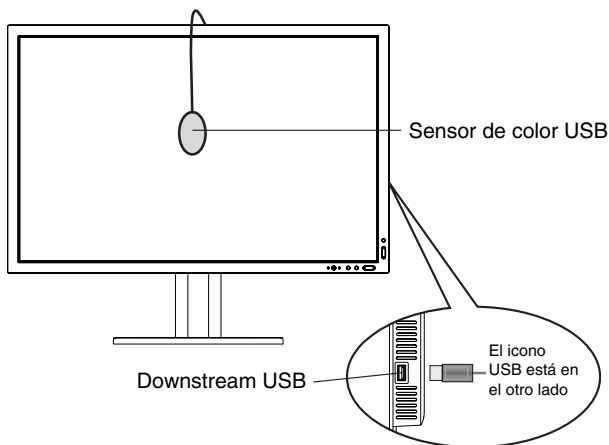

Figura S.1
3. Enchufe el sensor de color USB en el puerto downstream USB lateral (o inferior, en el caso de orientación vertical) (**Figura S.1**).
6. El procedimiento le pedirá que coloque el sensor de color USB en el centro del panel de la pantalla (**Figura S.3**). Inclíne el panel de la pantalla aproximadamente 5° hacia atrás y coloque el sensor de color USB en el centro del panel de la pantalla (**Figura S.1**).